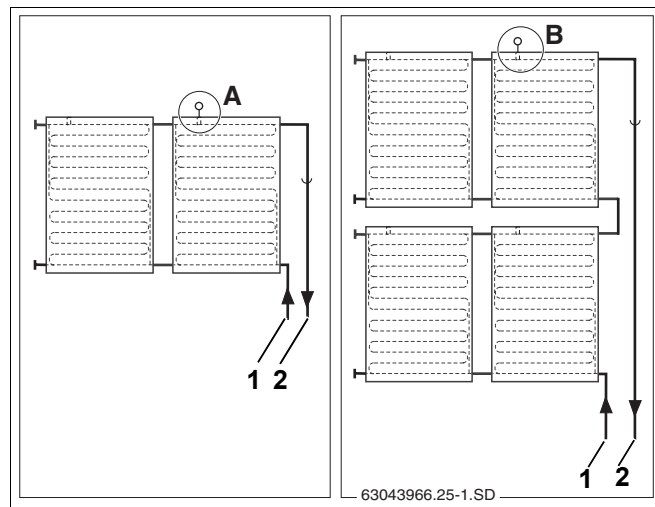

Рис. 53 Место установки датчика коллектора (схематическое изображение)
Обратите внимание на разные места установки при одно- и двухрядной коллекторной системе (рис. 53).
Датчик должен устанавливаться в коллектор, к которому подключена подающая линия (рис. 53, **поз. 2**).
- Место установки (рис. 53, **поз. А**) в однорядной системе коллекторов.
- Место установки (рис. 53, **поз. В**) в двухрядной системе коллекторов.